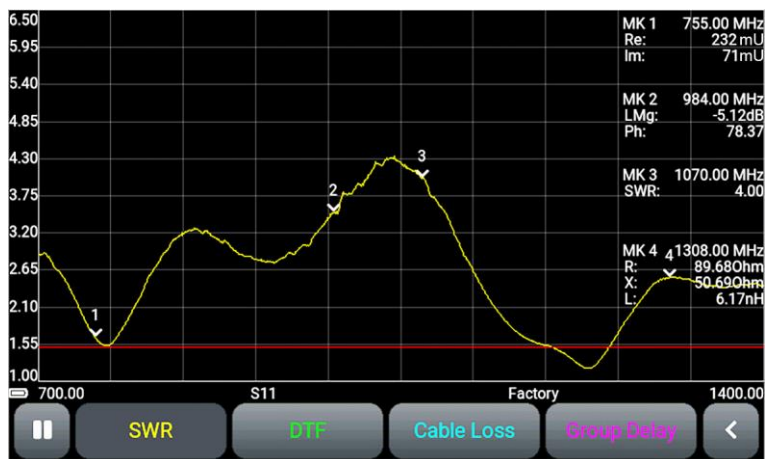

Рисунок 10.11 – График КСВН
10.6.1. На графике отображается коэффициент стоячей волны по напряжению (КСВН) от частоты (Рисунок 10.11).